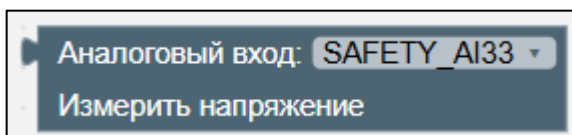

Рисунок II-31 – Блок «Аналоговый вход. Измерить напряжение»
4. Блок «Аналоговый вход. Измерить напряжение» (см. Рисунок II-31).